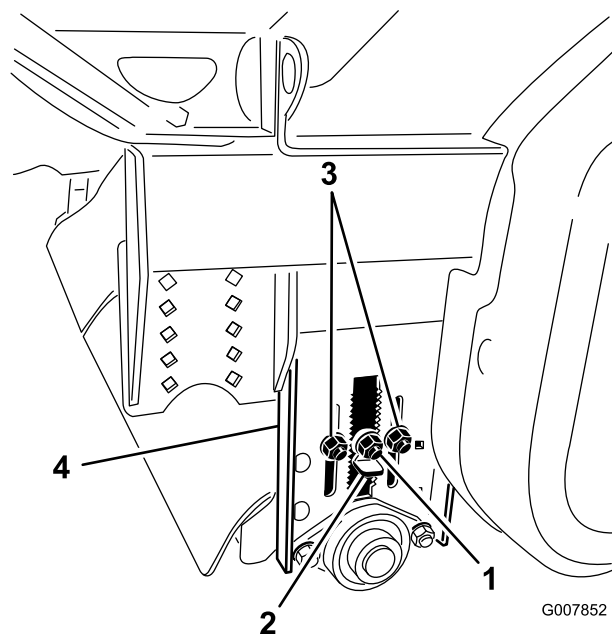

Figura 29
2. Desaperte a porca de bloqueio na chave de ajuste de altura (Figura 29) para que possa ser puxada cerca de 13 mm.
3. Desaperte as porcas de bloqueio de ajuste da altura do rolo (Figura 29).
4. Puxe para fora a chave de ajuste da altura e desloque o cilindro traseiro para cima ou para baixo deslizando a chapa de ajuste da altura do cilindro para a altura desejada (Figura 29).